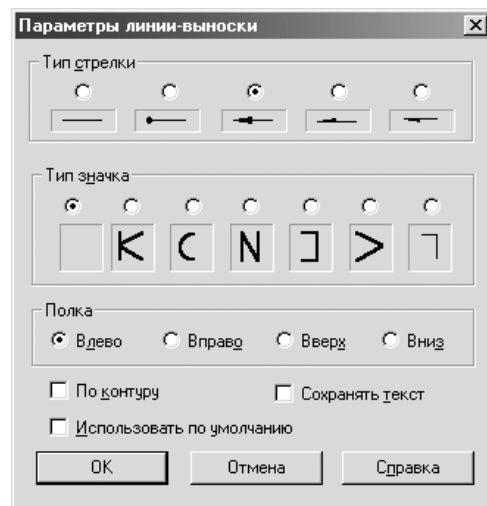

Рис. 4.34
22. Ввод обозначения линий выноски. Нажмите кнопку  (**Линия-выноска**) и направьте курсор в точку начала полки с приблизительными координатами X= -(18-22), Y= (183-188), ориентируясь по текущим координатам в левой части строки параметров. Щелкните мышью. Второй конец стрелки направьте в центр торца стержня и также щелкните мышью, потом нажмите кнопку  (**Параметры**) и в диалоговом окне в блоке **Полка** установите точку напротив слова **Влево**. Нажмите **ОК** (рис. 4.34).